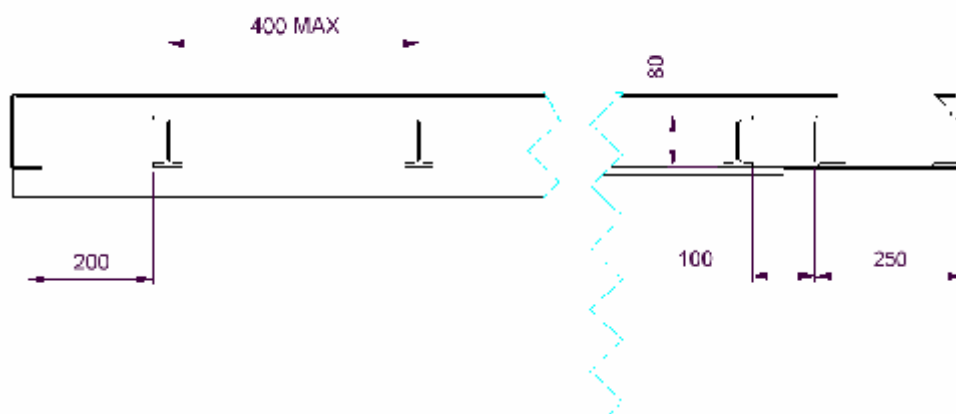

fig. 1
- esse devono presentare un'altezza minima di 80 mm. (fig.1);
- la distanza massima da centro a centro delle traverse può essere di 400 mm (fig.1).
- sul lato posteriore del telaio lo spazio tra l'ultima traversa ed il profilato del margine posteriore deve essere di 100 mm. (fig. 1)
- sul lato anteriore del telaio lo spazio massimo tra l'ultima traversa ed il profilato del margine anteriore deve essere di 200 mm (fig. 1).